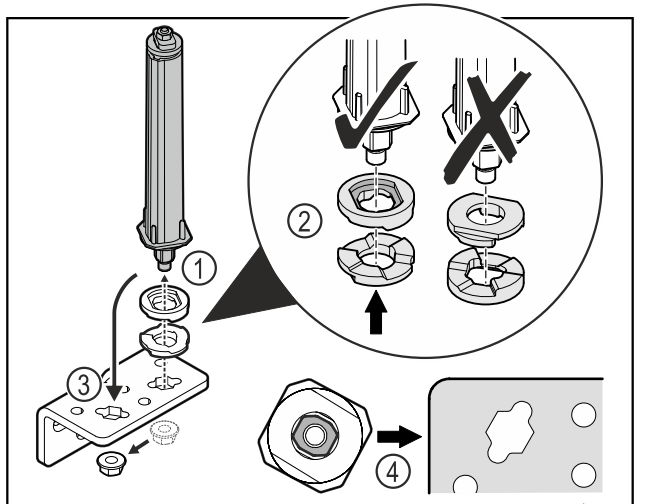

Fig. 37
- ▶ 松开螺母，并移除关门系统 Fig. 37 (1)。
- ▶ 确保高度调整垫片正确对齐 Fig. 37 (2)。
- ▶ 调换合页角铁中的关门系统并用螺母固定 Fig. 37 (3)。
- ▶ 装入时，确保关门系统正确对齐 Fig. 37 (4)。